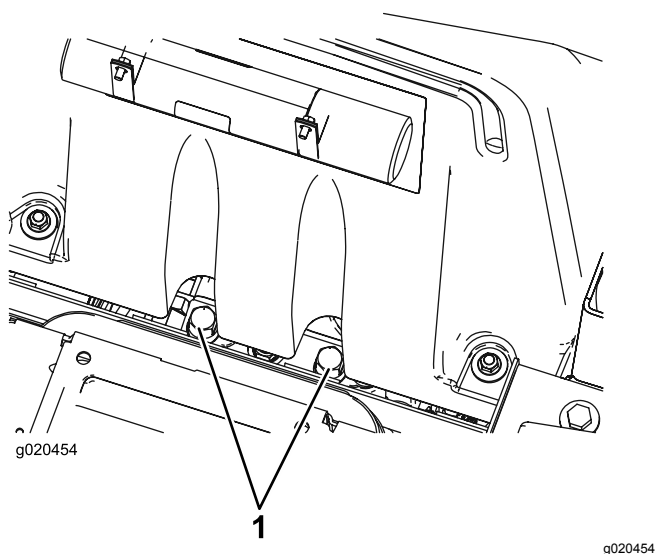

Figura 56
1. As válvulas de derivação encontram-se sob a dianteira do depósito de combustível (Figura 56).